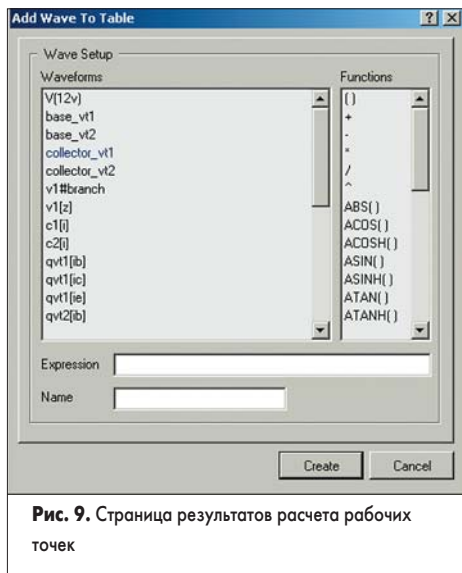

Рис. 9. Страница результатов расчета рабочих точек
- Перейдем на страницу Operating Point, щелкнув на одноименной закладке (рис. 9). Легко видеть, что представленные здесь данные не что иное, как постоянное напряжение рабочей точки в заданных узлах схемы. К показанному списку сигналов можно добавить любой другой из числа рассчитанных и сохраненных в файле Multivibrator.sdf.